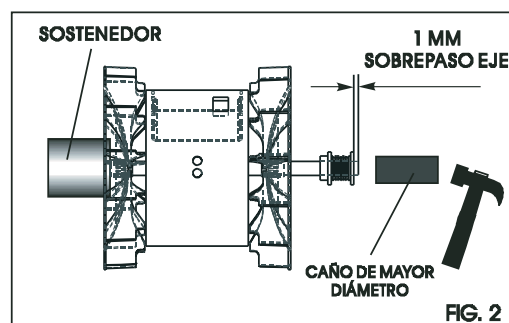

FIG. 2
· Para colocar dicha polea, embocarla sobre el eje y con un caño de mayor diámetro que el eje golpearla, sosteniendo del otro extremo como indica la Fig. 2. hasta dejar un traspaso del eje motor de 1 milímetro.
- Para colocar dicha polea, embocarla sobre el eje y con un caño de mayor diámetro que el eje golpearla, sosteniendo del otro extremo como indica la Fig. 2. hasta dejar un traspaso del eje motor de 1 milímetro.